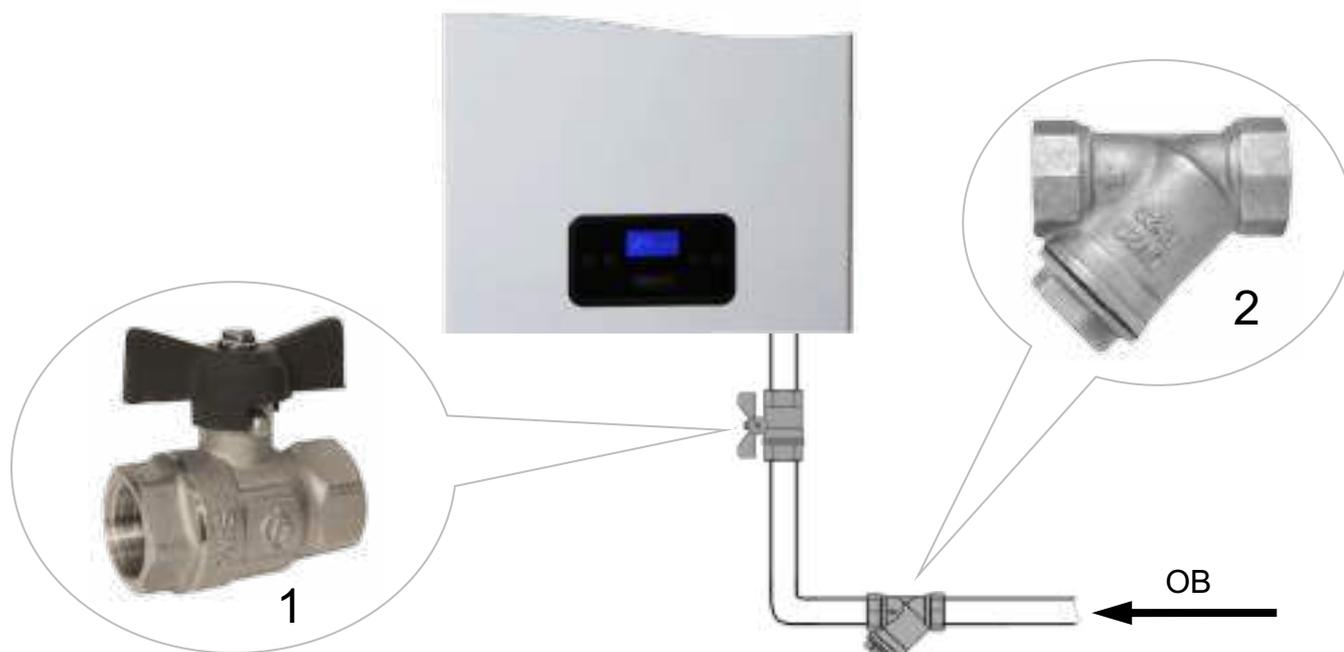

Рис. 22 Монтаж труб системы отопления и водоснабжения.
- Для осуществления ТО котла, **рекомендуется** перед присоединительными патрубками котла установить (смонтировать) запорные краны, которые **должны** быть расположены так, чтобы их поворотные ручки были доступны (См. Рис. 22).
- **Настоятельно рекомендуется** на обратном трубопроводе СО, на входе ОВ в котёл установить косою сетчатый фильтр для очистки ОВ от нежелательных примесей и отложений (См. Рис. 22). Рекомендуется устанавливать фильтр с сеткой (фильтрующим элементом), у которой размеры ячеек 300-500 микрон.